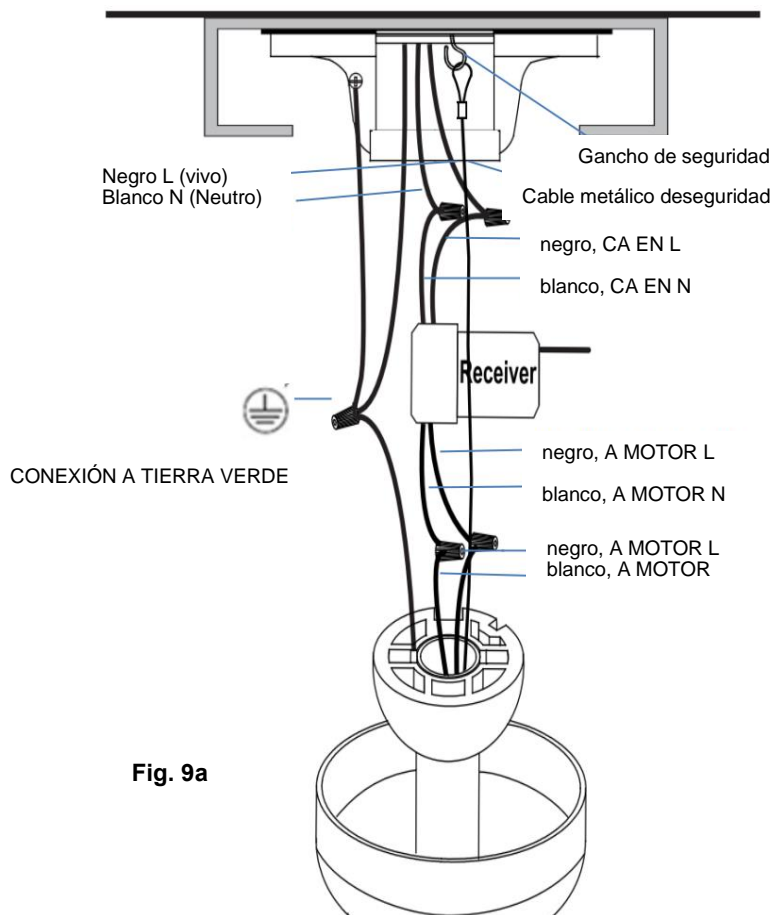
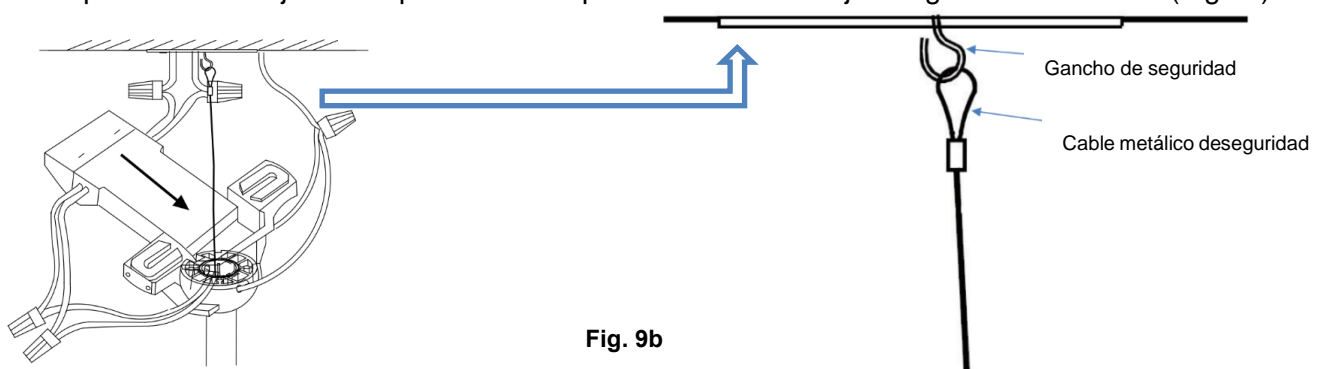

Fig. 9a
Fig. 9b
6. Tire del cable de seguridad de metal en el gancho de seguridad, apriete el cable de seguridad (Fig.9a y Fig.9b).
9. Inserte el receptor remoto con cuidado sobre la bola de colgado en el espacio sobrante del soporte de montaje. Tome precauciones para no dañar o aflojar ninguno de los cables (Fig.9b).